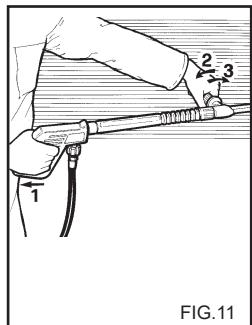
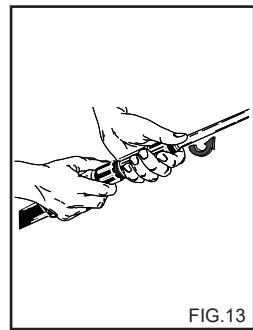

FIG.11
FIG.13
ANVENDELSE AF DET DOBBELTE SPYD ELLER JUSTERBARE HOVED. (fig. 11)
2) Fjern forlængereren fra håndtaget og påsæt det dobbelte spulerør eller spulerøret med det roterende hoved (fig. 13), start højtryksrenseren og sugefunktionen til sæbe på spulerøret (fig. 11, 12) og fugt overfladen, som skal renses, nedefra og opefter.